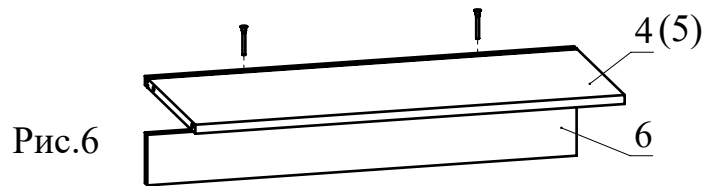

Рис.6
5. При помощи конфирматов скрепите между собой детали 4 и 6; 5 и 6 (Рис. 6).